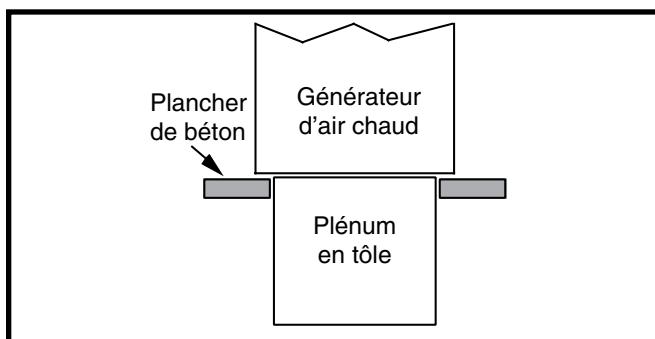

Figure 13. Générateur d'air chaud sur une dalle de béton
2. Disposer le plénum et le générateur d'air chaud comme indiqué à la Figure 13.